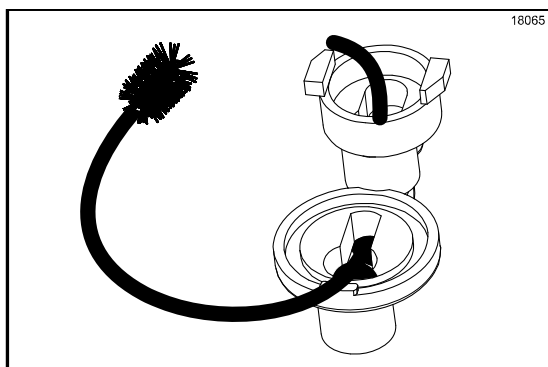

Рисунок 84
6. Вставьте торец без щетины черной экранированной щетки в перепускной канал между впускным клапаном и выпускным клапаном. (См. рис. 84)